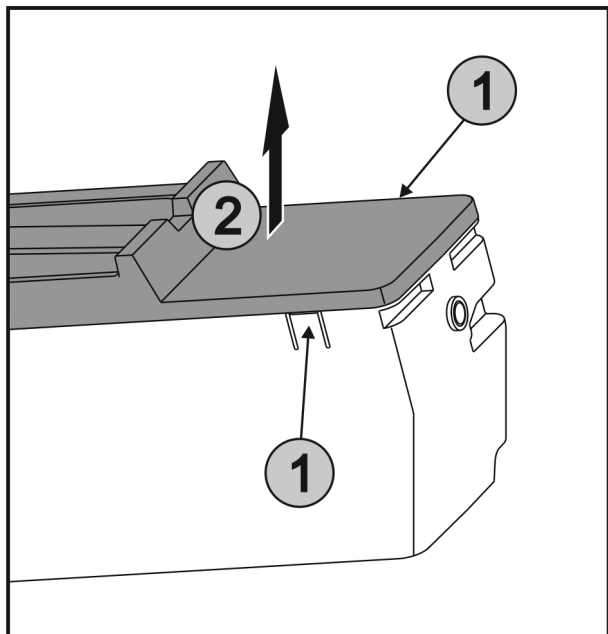

Fig. 52
- ▶ Одновременно нажать на наклейки Fig. 52 (1) на обеих сторонах EasyTwist-Ice и снять крышку Fig. 52 (2) движением вверх.